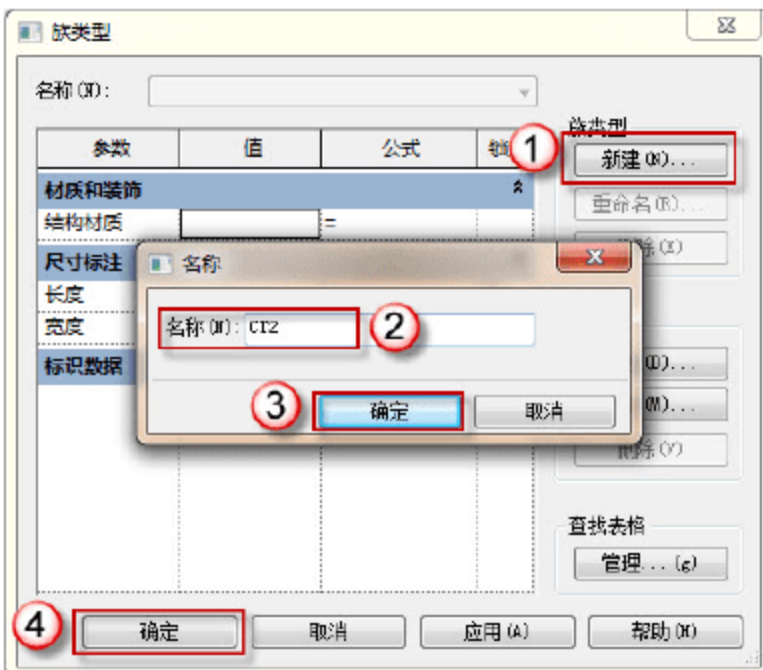

图 2.1.25 编辑簇名称
(10) 编辑族名称。单击“族类型”按钮，在弹出的“族类型”对话框中，单击“新建”按钮，在弹出的“名称”对话框中输入 CT2，单击“确定”按钮，如图 2.1.25 所示。